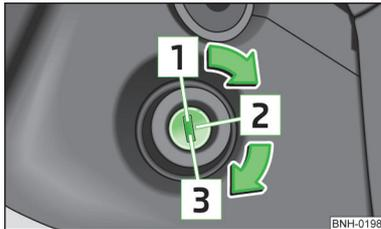

Abb. 98
Positionen des Fahrzeugschlüssels im Zündschloss » Abb. 98
- Die Zündung einschalten **2** » Abb. 98.
- Den Schlüssel in Stellung **1** » Abb. 98 auf Seite 102 drehen.